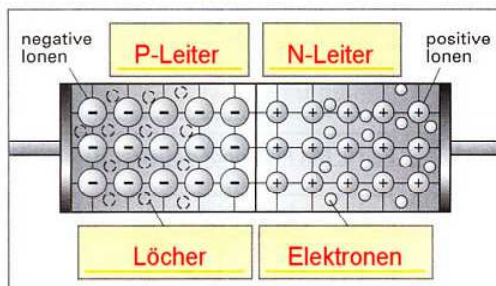

Bild 2: Entstehen der Sperrschicht
- 2 Benennen Sie in Bild 2 die beiden Leiterteile einer Diode und die beweglichen elektrischen Ladungen.